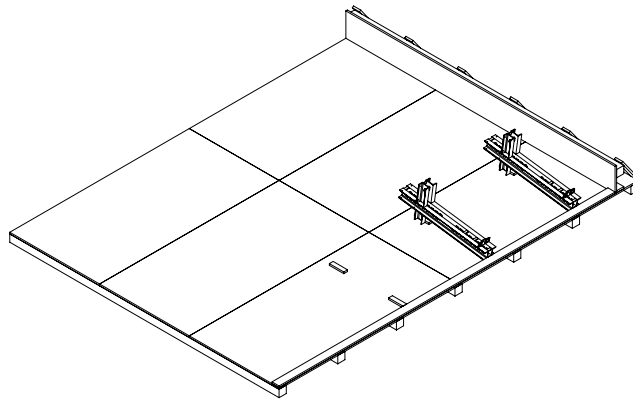

Fig. A2.01
1. Posizionare il corrente in acciaio VSRZ sul piano di montaggio. Assicurarsi che si adattino esattamente agli elementi di arresto. Rivolgere la lunga parte mobile verso l'alto. (Fig. A2.01)